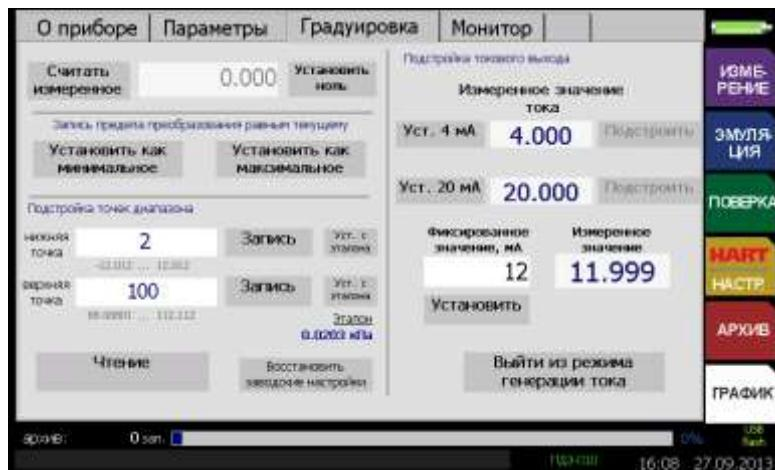

Рисунок 2.64
- проведения процедуры подстройки нижнего («нижняя точка») и верхнего («верхняя точка») предела измерений физической величины, нижнего («Уст. 4 mA») и верхнего («Уст 20 mA») значения токового выхода(см. рисунок 2.64).